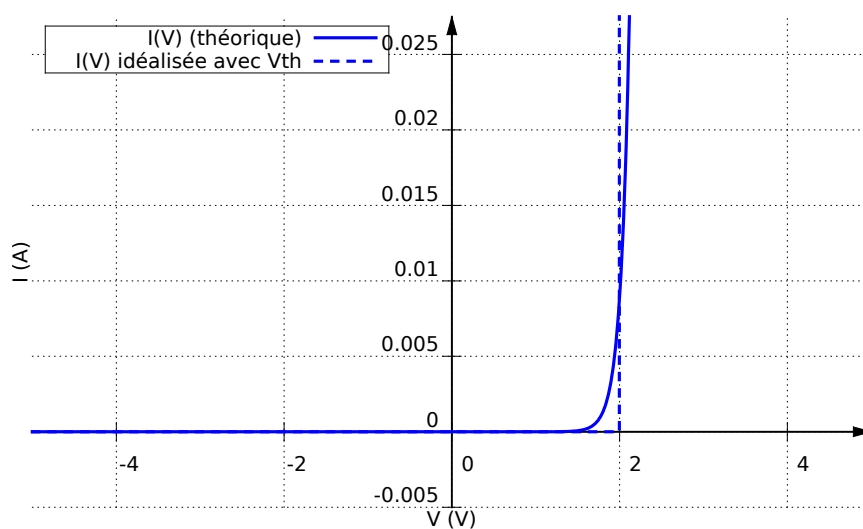

FIGURE 3 – Caractéristique I/V de la LED
La caractéristique courant-tension théorique de la LED ressemble à la Figure 3 :
**Question 1.** En prenant  $R = \{100, 150, 330, 1000, \infty\} \Omega$  et la tension de seuil indiquée dans la documentation de la LED TLHR5401 ( $V_F$ ), mesurez et placez les cinq points correspondants sur le graphe de la Figure 3 page précédente. Utilisez le protoboard et  $V_{dc} = 5V$ .